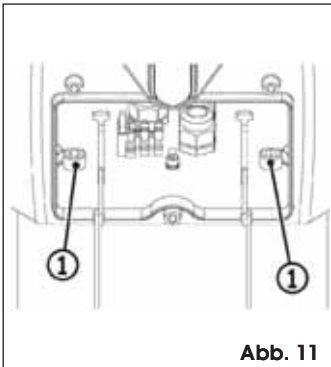

Abb. 11
4. Das mittlere Fach erneut öffnen und die beiden Schrauben anschrauben, Abb. 11 Bez. ①.